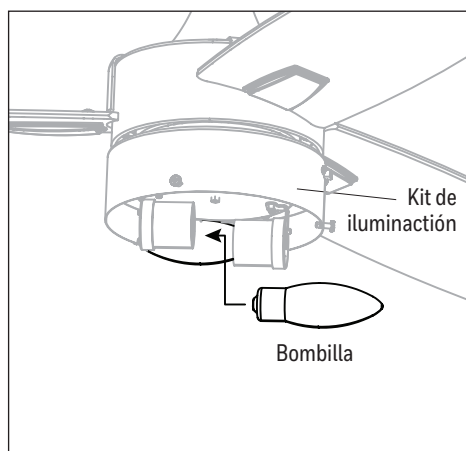

Figure 5.7
- Instale las bombillas LED de base E26 en los portalámparas del kit de iluminación. **Importante:** asegúrese de que las bombillas y el kit de iluminación se enfríen antes de reemplazar las bombillas (Figure 5.7).